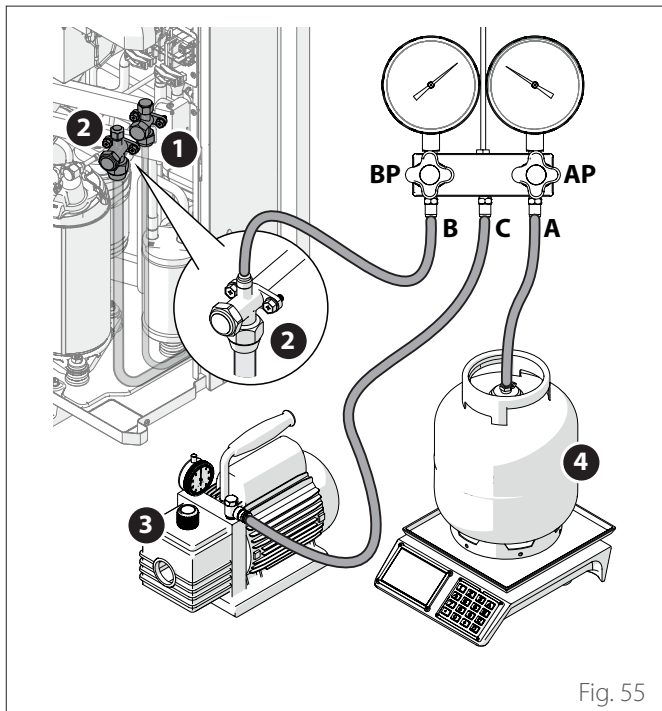

Fig. 55
- Assicurarsi di aver intercettato il collegamento tra **(A)** e **(C)** ("Fig. 55").
- Aprire le valvole di arresto **(1)** e **(2)** dell'unità ("Fig. 55").